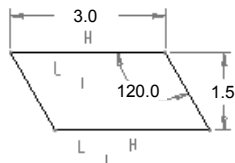

图 4.6.13 轮廓草图
Step4. 编辑轮廓草图, 绘制图 4.6.13 所示的平行四边形。